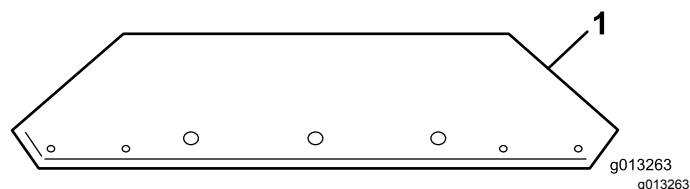
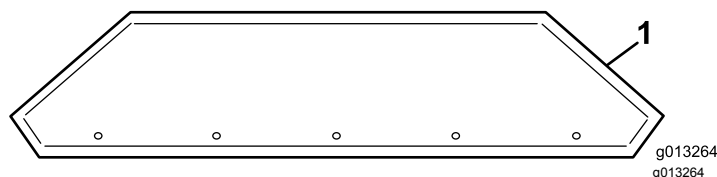

Figure 10
Figure 11
1. Sortez les extensions de la benne de la caisse d'expédition et identifiez l'avant et l'arrière (Figure 10 et Figure 11).